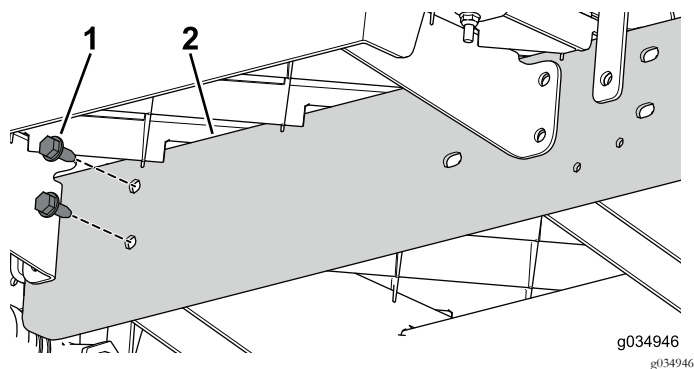

Figure 26
6. Avec les 2 boulons (5/16" x 3/4"), fixez légèrement le longeron d'extension au profilé central de la section avant de la machine (Figure 26).